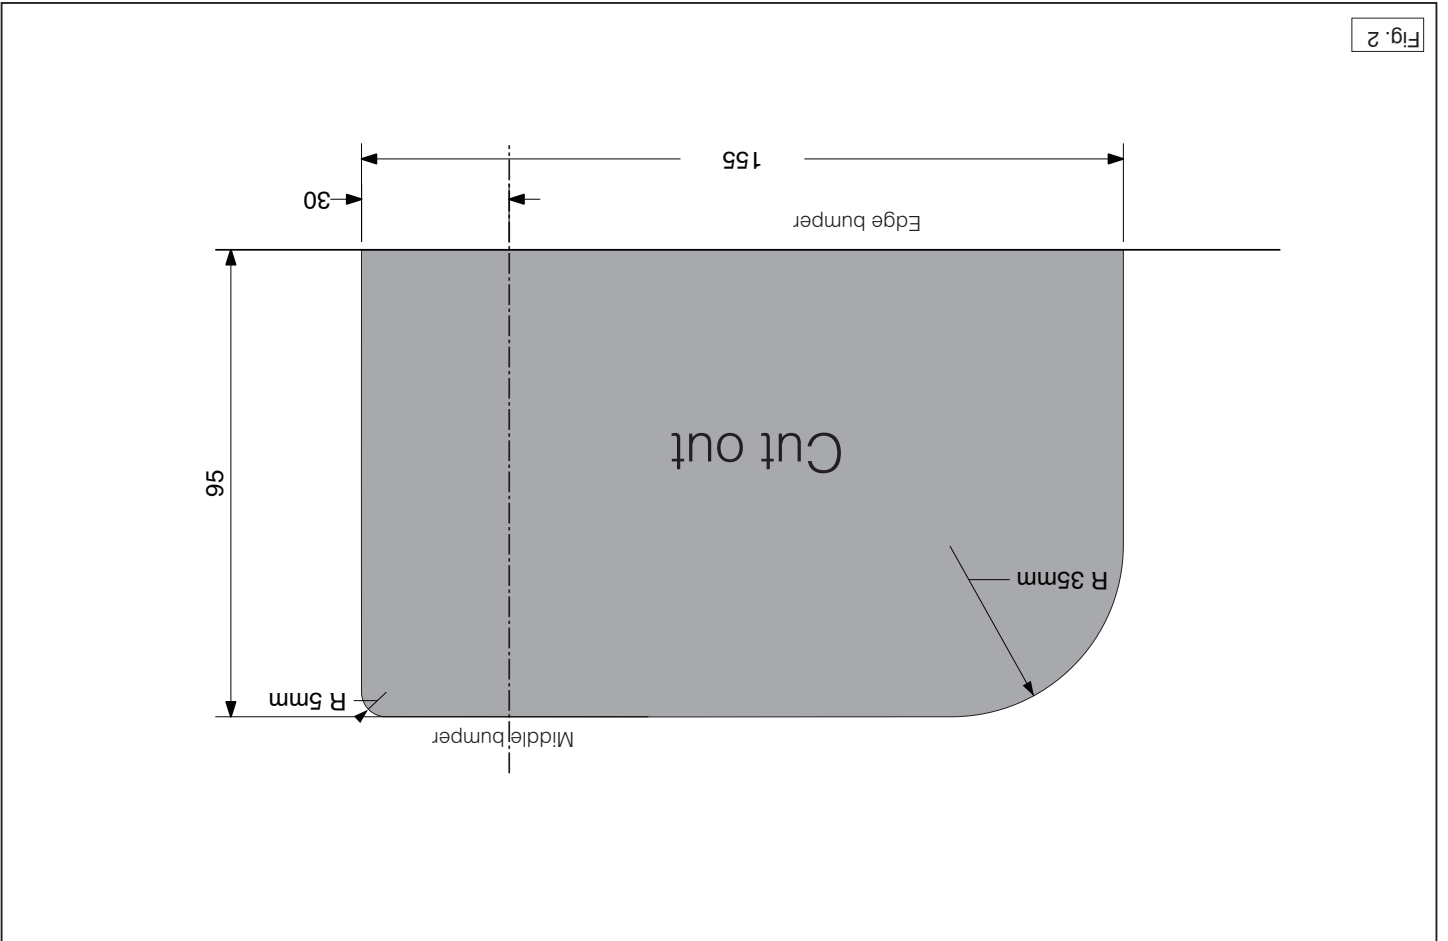

Fig. 2
7. Saw a section out of the middle of the underside of the bumper as shown in fig 2.
7. Scier au centre de la partie inférieure du pare-chocs une partie correspondant à la figure 2.
7. Auf der Unterseite der Stobstange einen Teil aus der Mitte gemäß Abbildung 2 heraus schneiden.
7. Sav en del ud af kofangeren midt på undersiden jf. fig. 2.